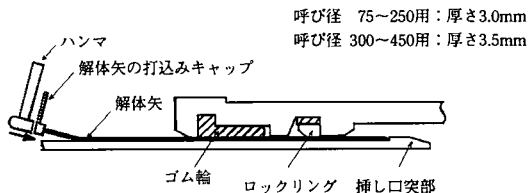
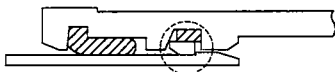

図81 解体矢の打ち込み
図82 解体矢が入りにくい状況
- (1) 継手部をまっすぐな状態にする。(継手部が屈曲していると解体矢が挿入できない箇所があるので)
- (2) 受口と挿し口のすき間から、呼び径に応じた専用の解体矢(図81参照)を均等(円周8~12ヶ所)に、ハンマで所定の位置(先端が挿し口突部にあたる)まで打ち込む。この時、解体矢の先端のテーパの向きは図83の通りとする。また、解体矢には滑剤を塗ると打ち込みやすくなる。なお、図82のように挿し口突部がロックリングに引っかかっているときは、解体矢が入りにくいので、挿し口を少し挿入するとよい。